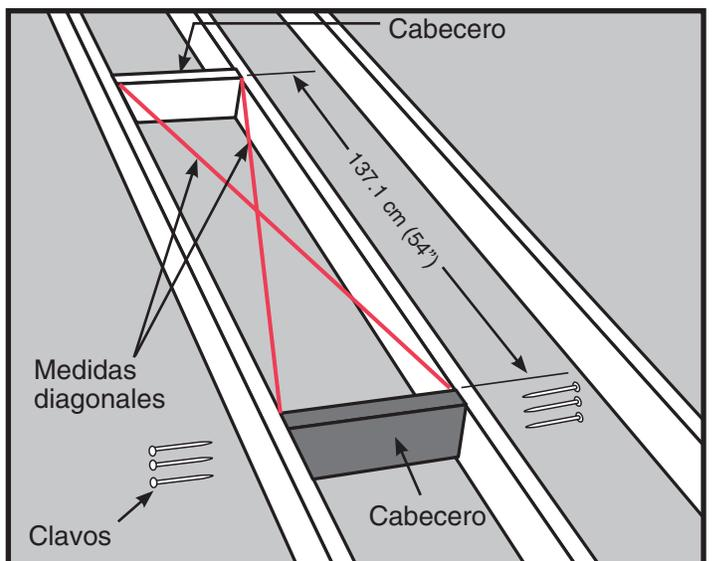

Figura 13 Cómo verificar la escuadra
**PASO 5.** Posicione el segundo cabecero a 137.1 cm (54") del primero, y repita el paso 4 (vea la Figura 13).
**PASO 6.** El marco para la abertura sin terminar necesita cuatro lados. Los cabeceros forman dos de esos lados. Si las vigas de su cielorraso están espaciadas de modo de formar los otros dos lados de la abertura sin terminar, revise la abertura para verificar la escuadra. Para ello, mida las diagonales. Las medidas deben diferir en menos de 3.2 mm (1/8") para que el conjunto se considere a escuadra (vea la Figura 13).